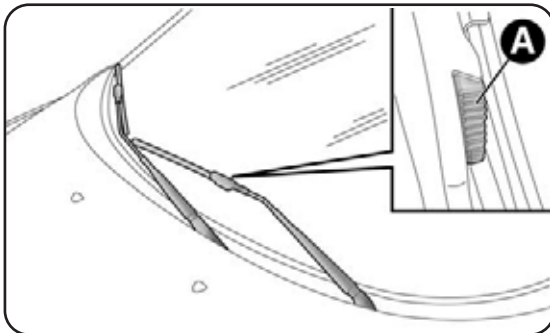

fig. 8
- premi le linguette (una per lato) A-fig. 8 della molla di aggancio ed estrai la spazzola dal braccio;